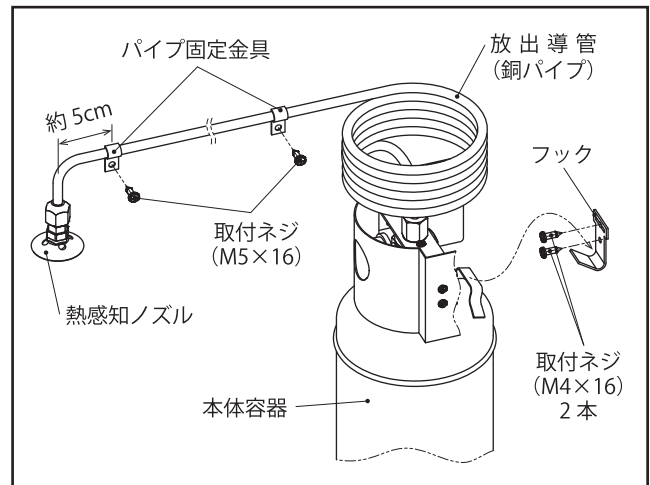

図6
① 本体容器を取り付ける（図6）
② 銅パイプ・熱感知ノズルを固定する（図6）